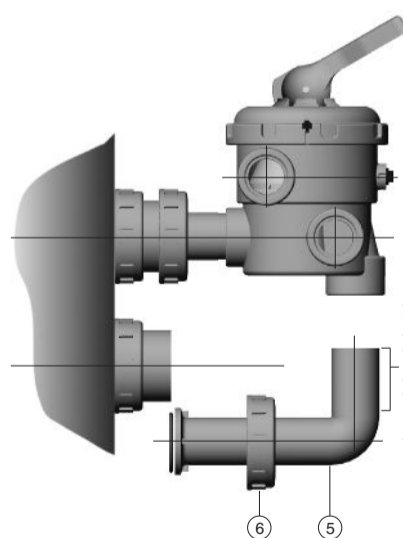

Fig. 3
3. L'alignement de la vanne avec les sorties du filtre se fera au montage du coude et de l'écrou (6) (figure 3) mais ne pas les coller.